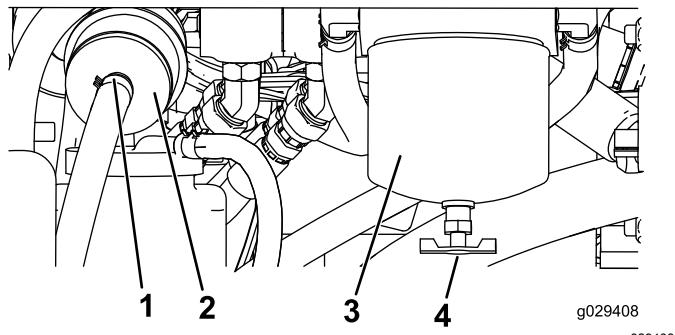

Рисунок 47
- Найдите топливный фильтр на задней стороне двигателя (Рисунок 47) и поместите под него чистую емкость.
- Найдите топливный фильтр на правой стороне двигателя (Рисунок 47) и поместите под ним чистую емкость.
- Очистите область крепления корпуса фильтра (Рисунок 47).
- Снимите корпус фильтра и очистите монтажную поверхность (Рисунок 47).
- Вверните корпус фильтра вручную в монтажное отверстие. После соприкосновения прокладки с монтажной поверхностью доверните корпус еще на пол-оборота (Рисунок 47).
- Найдите проходной фильтр слева от корпуса топливного фильтра (Рисунок 47) и отметьте направление стрелки потока на боковой стороне проходного фильтра.
- Ослабьте хомуты на обоих концах проходного фильтра и отсоедините от него шланги (Рисунок 47). Удалите в отходы фильтр.
- Наденьте шланги на концы нового фильтра (Рисунок 47) так, чтобы стрелка на фильтре показывала в сторону двигателя или электрического топливного насоса.